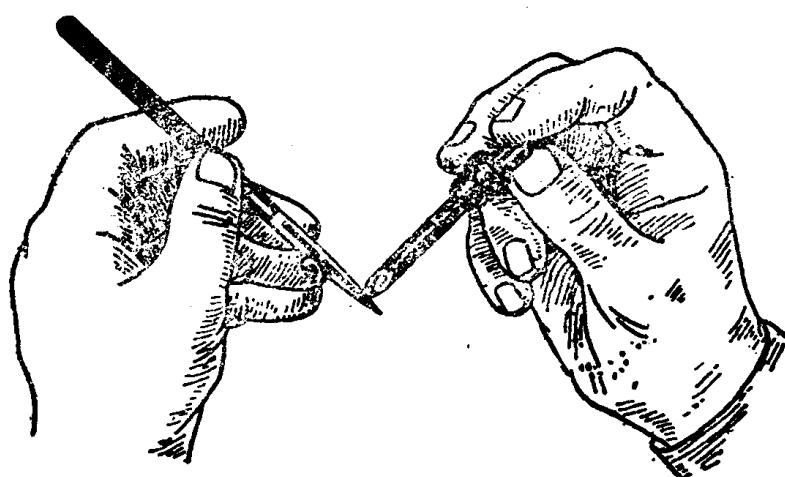

图 1-3
1. 灌注墨水 向直线笔内灌注绘图墨水的方法，如图1-3所示。灌注墨水的工具，一般